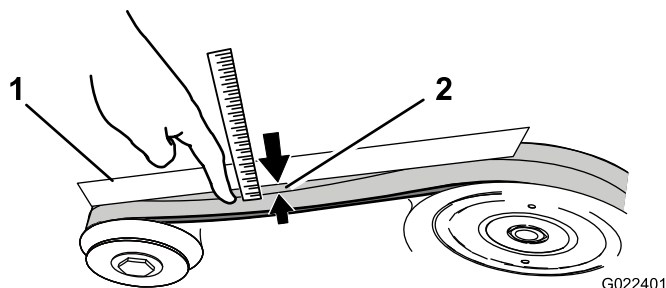

Figure 34
3. Exercez une charge de 4,5 kg (10 lb) sur un brin des courroies d'entraînement (Figure 34). Si les courroies ont une flèche de plus de 6 à 13 mm (1/4 à 1/2 po), réglez la tension comme suit :